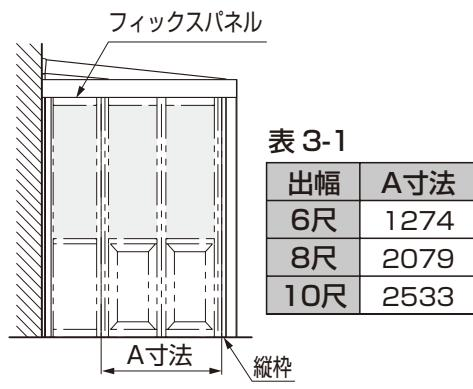

図3-3 側面側
①縦枠を縦枠受けに組付けてください。
②側面側は縦枠とフィックスパネル間がA寸法であることを確認してください。（図3-3、表3-1参照）